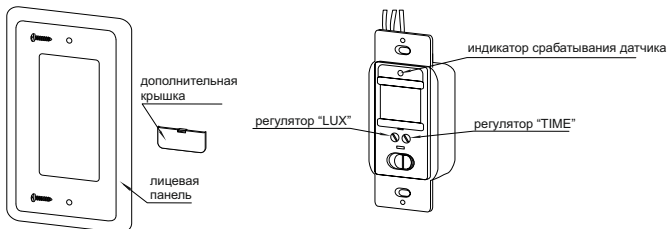

Рисунок 2 – Конструкция датчика движения ДД 028
- открутить два винта и снять лицевую панель с основания датчика (рисунок 2);
Регулятор выдержки времени включения датчика «TIME» и уровня освещенности «LUX» находится под дополнительной крышкой (рисунок 2), которая снимается с помощью отвертки. Регулировка осуществляется с помощью отвертки с прямым шлицем.